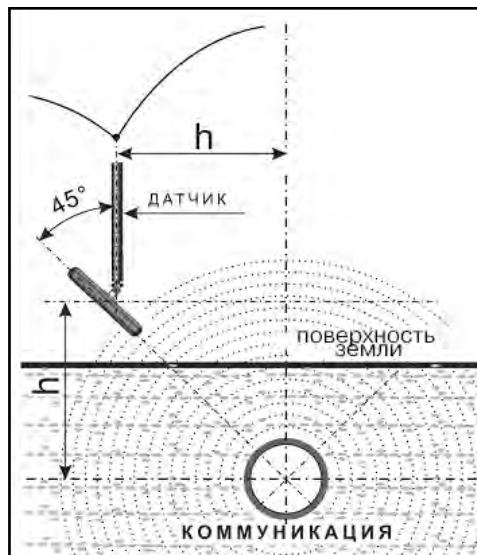

Рис.4.1
2. При положении антенны ЭМД перпендикулярном трассе и под углом 45° к поверхности земли, минимум сигнала наблюдается на удалении от точки «над трассой», равном глубине залегания коммуникации, когда ось антенны пересекает ось трассы. Это косвенный метод измерения глубины залегания коммуникации (рис. 4.1).